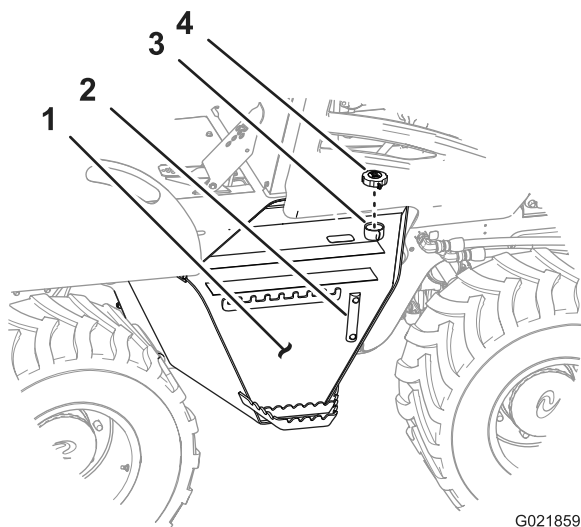

Figura 92
3. Remova a tampa de enchimento/respiro do bocal de enchimento (Figura 92).